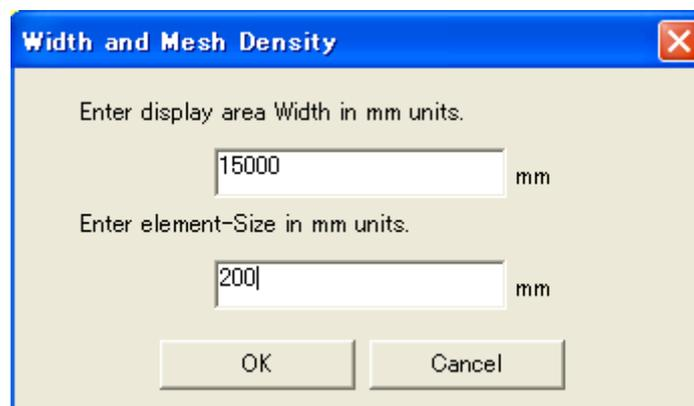

Fig.2
2. 始めに Graphic メニュー内の Width and Mesh Density を選択します。開いたウィンドウで、画面の横幅を 15000mm , 1つのセルの大きさを 200mm に設定します。(Fig.2)